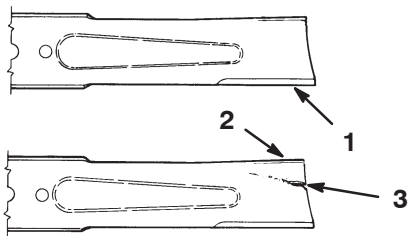

Figure 26
1. Inspectez les tranchants des lames (Fig. 26). Si elles ne sont pas tranchantes ou si elles présentent des indentations, déposez et aiguisiez les lames (voir Aiguisage des lames, page 25).
2. Inspectez les lames, surtout la partie incurvée (Fig. 26). Remplacez immédiatement toute lame endommagée, usée ou qui présente une entaille (repère 3 de la Fig. 26).